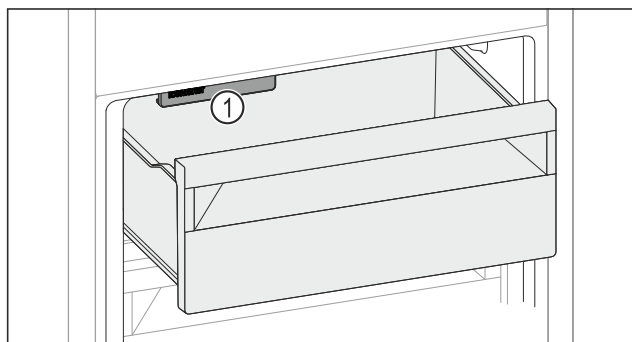

Fig. 142
- Prihliadajte na IceMaker Fig. 142 (I).